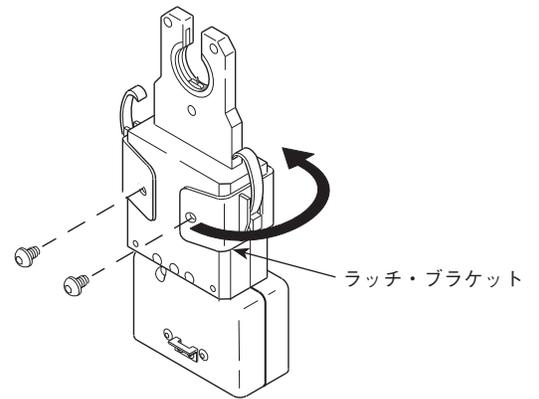
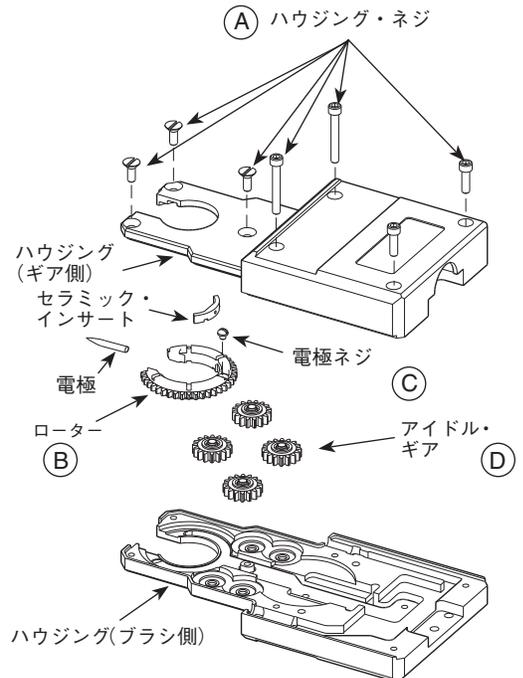

図32：マイクロ・ウェルド・ヘッドのラッチ・ブラケットを取り外す (シリーズ8)
図33：マイクロ・ウェルド・ヘッド・コンポーネントの取り外し／クリーニングを行う (シリーズ8)
以下の手順に従って、シリーズ8のマイクロ・ウェルド・ヘッドの分解およびクリーニングを行ってください。各部品につきましては、図32、図33をご参照ください。
1. ラッチ・ブラケットを固定しているネジを2本取り外し、ウェルド・ヘッドからブラケットを取り外します (図32)。
3. ウェルド・ヘッド・ハウジングからネジを7本取り外します [図33 (A)]。
5. ローターをブラシ側のハウジングから持ち上げて、取り外します [図33 (B)]。
6. 電極固定ねじを緩め、電極およびセラミック・インサートを取り外します [図33 (C)]。
9. 4個のアイドル・ギアを取り外し、損傷がないか検査します。必要であれば交換してください [図33 (D)]。